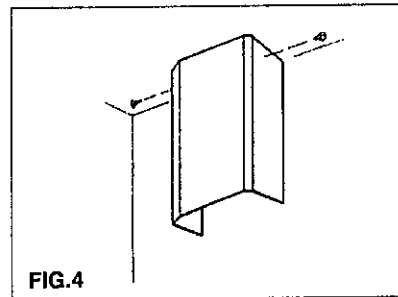

FIG.4
- Once the exhaust flue has been installed, insert the upper pipe and secure it to the bracket with the two side screws (Fig.4).
**Montage des Kamins** - Zunächst wird die Position des Kaminbefestigungsteiles festgelegt. Dieses kann sowohl an der Decke, als auch an der Wand festgeschraubt werden (Abb.3). Nachdem der Abluftschlauch am Gerät angeschlossen ist, wird zunächst das Kaminoberteil am oberen Kaminbefestigungsteil festgeschraubt (Abb.4). Das Kaminunterteil wird von vorne eingeschoben (Abb.5) und vom Geräteinneren her mit dem Gehäuse verschraubt (Abb.6).
periore ed ancoratelo alla staffa tramite le due viti di fissaggio laterali (Fig. 4).